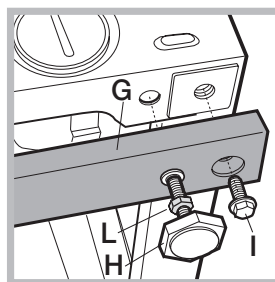

Fig. 11
les 2 traverses (G); les 4 pieds (H); les 4 vis (I); les 4 écrous (L) puis procédez comme suit (fig. 11):